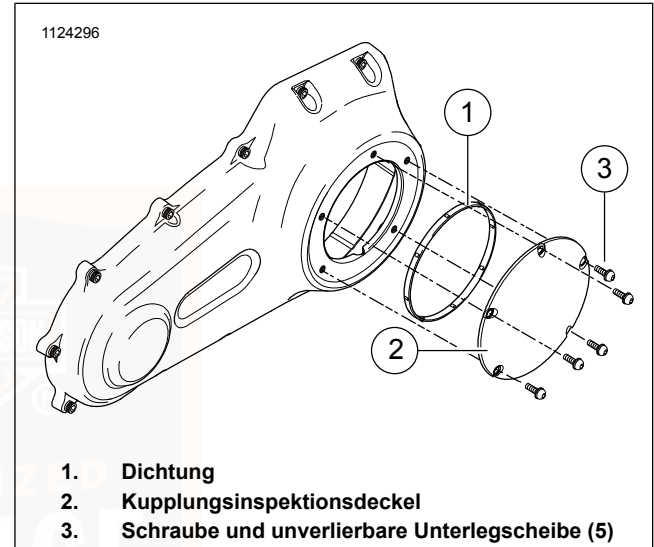
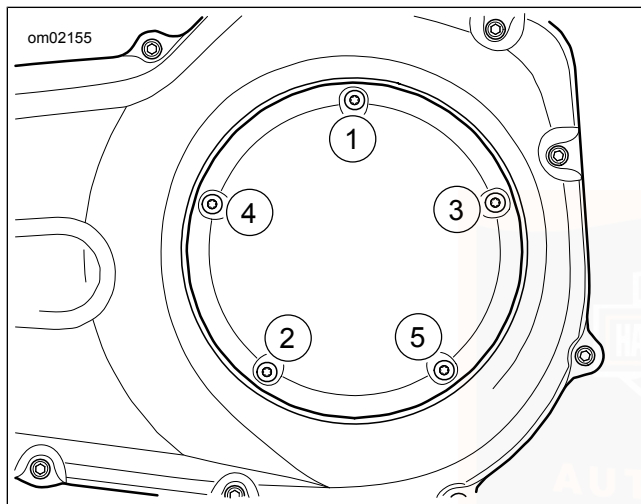

Abbildung 99. Kupplungsdeckel (Typisch)
Abbildung 100. Anzugsreihenfolge für Kupplungsdeckel
- Siehe Abbildung 99. Schrauben (3) und Kupplungsinspektionsdeckel (2) entfernen.
- Dichtung (1) entfernen. Das Öl von der Nut im Kettengehäusedeckel und der Befestigungsfläche abwischen.
- b. Siehe Abbildung 99. Die **neue** Dichtung (1) in die Nut des Kupplungsinspektionsdeckels (2) einsetzen. Jede Noppe auf der Dichtung in die Nut drücken.
- c. Den Kupplungsinspektionsdeckel (2) mit Schrauben und unverlierbaren Unterlegscheiben (3) sicher befestigen.
- d. Siehe Abbildung 100. In der angegebenen Reihenfolge auf folgendes Drehmoment anziehen: 9,5–12,2 N·m (84–108 **in-lbs**).